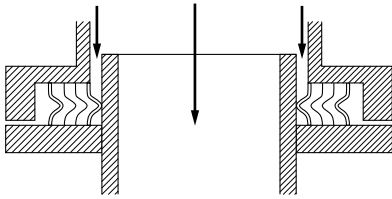

図5 センターが合っている場合 (T/#1824使用時)
- 1) フランジ組み付け時に内径側突起によってセンター合わせが容易であり、シール面全体を圧縮できる。(図5)